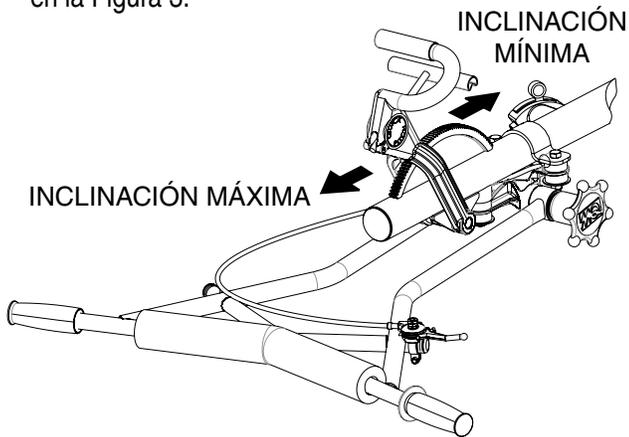
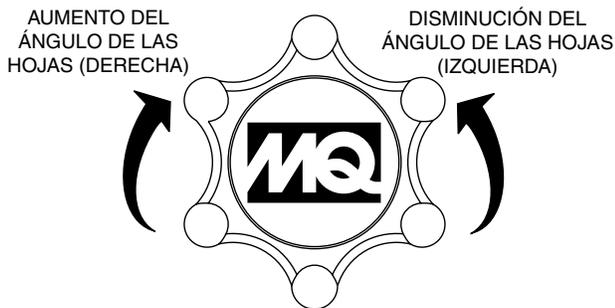

Figura 3. Giro del mango Quick-Pitch™
Figura 7. Ajuste de la tensión del cable
2. En los manubrios Quick-Pitch™, gire hacia atrás el mango de inclinación (full pitch - inclinación máxima), para aliviar la tensión del resorte, tal como se muestra en la Figura 3.
10. Exponga al máximo el cable de inclinación ajustando la palanca de inclinación a la posición "no pitch" (sin inclinación). En el manubrio estándar (SXH), gire a la izquierda el control de inclinación como se muestra en la Figura 7. En el manubrio Quick Pitch™ (QXH), gire el mando de inclinación hacia adelante, alejándolo del manubrio como se indica en la Figura 3.